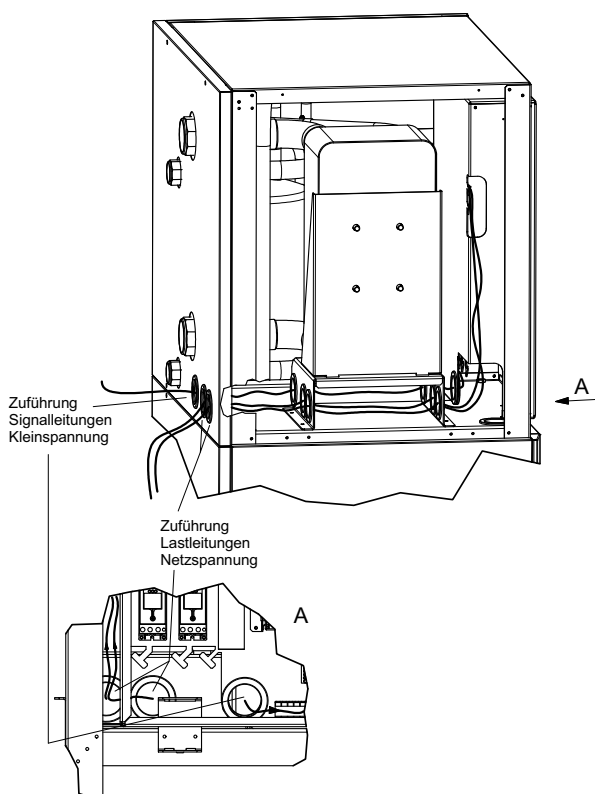

Abb. 7.4: Kabeleinführung Schaltkasten
**Bei den Anschlussarbeiten des Schaltkastens ist darauf zu achten, dass die Lastleitungen und die Signalleitungen getrennt voneinander in den Schaltkasten eingeführt werden. Dafür sind die speziell angeordneten Schaltkasteneinführungen zu verwenden (siehe Abb. 7.4 auf S. 8).**